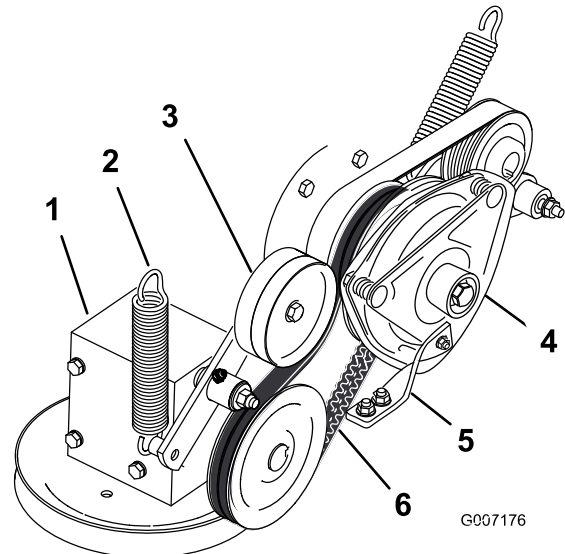

Figura 63
4. Retire el muelle del brazo de la polea tensora (Figura 63).
7. Instale la correa de transmisión de la PTO alrededor de la polea del embrague y la polea de la caja de engranajes (Figura 63).
9. Instale el muelle en el brazo tensor (Figura 63).